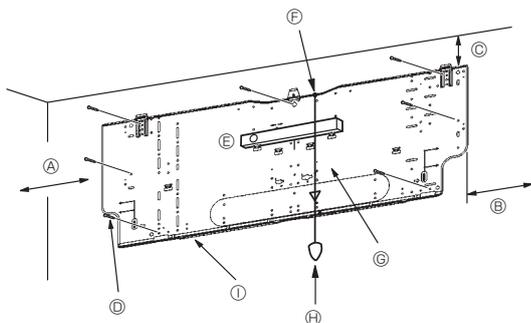
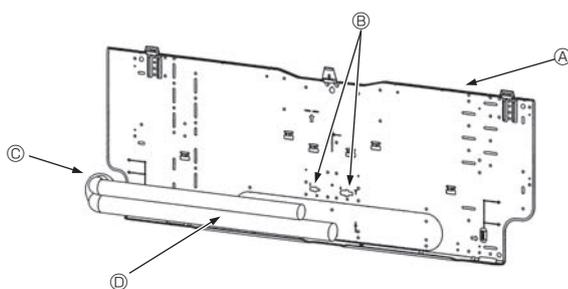

Fig. 3-4
Fig. 3-5
■ PKA-RP60, 71, 100KAL (Fig. 3-4)
- ⓓ Vis de fixation (4 × 25) ②
- Ⓛ Plaque d'installation ①
3.3. Lors de l'insertion des tuyaux dans le mur (Fig. 3-5)
- ▲ Plaque d'installation ①